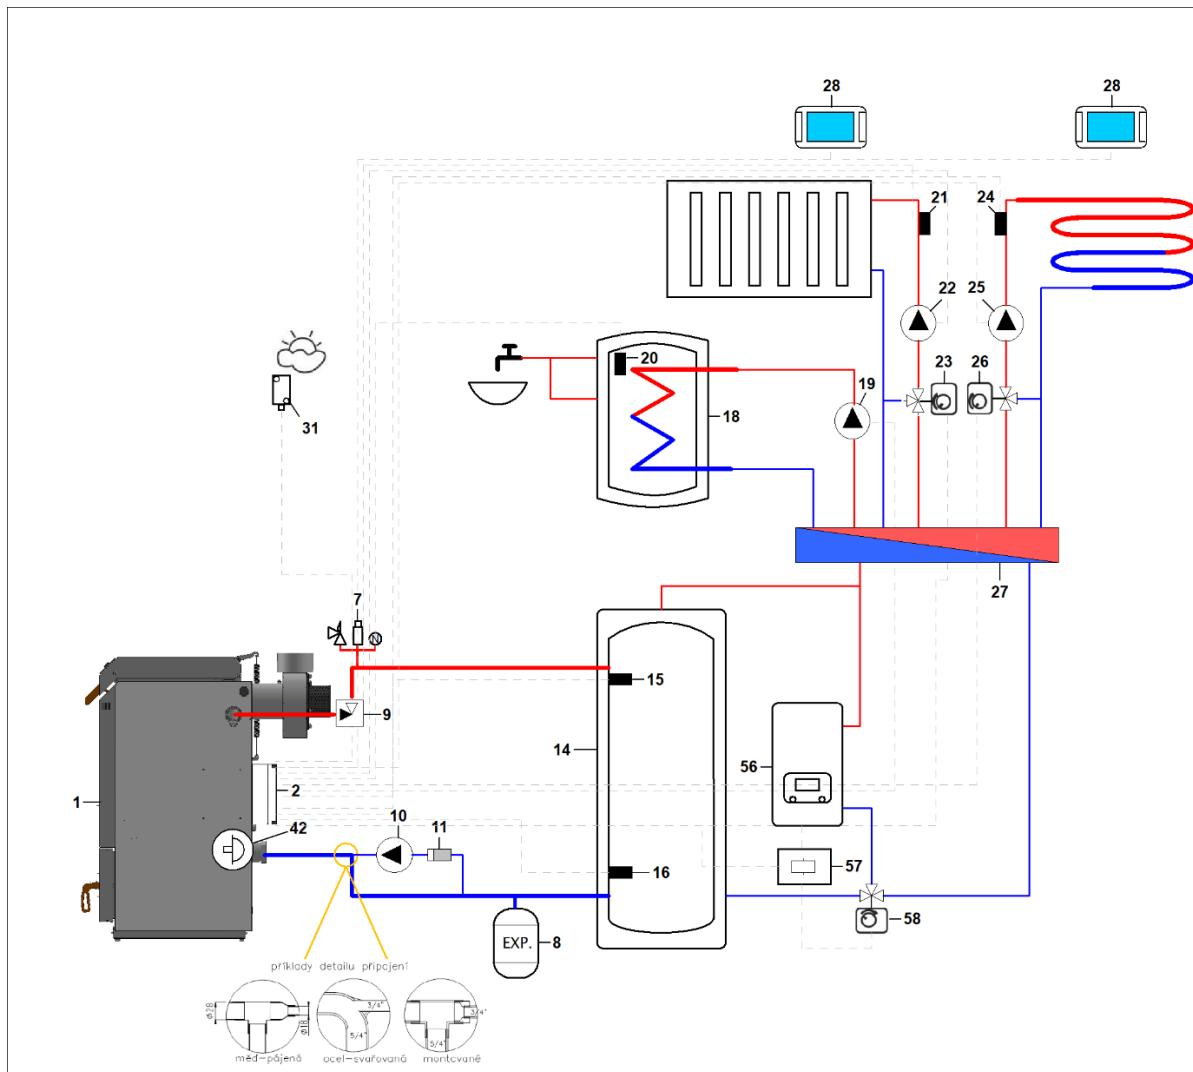

Abbildung 33. Hydraulischer Anschluss mit Reservekessel (56) und Umlenkventil (58)
*Ein Dreiwege-Umschaltventil kann angeschlossen werden, um den Heizkreislauf und das Brauchwasser vom Speicher zu trennen, um ein Aufheizen des Speichers zu verhindern - siehe Abbildung 33.*